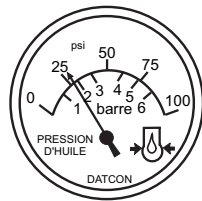

Figure 48. Jauge de Pression D'huile
10. L'indicateur de pression d'huile moteur (Figure 48) indique la pression de l'huile moteur. Normalement, la pression de l'huile est d'environ 28 à 71 psi. (193~490 kPa) lors du démarrage du moteur.